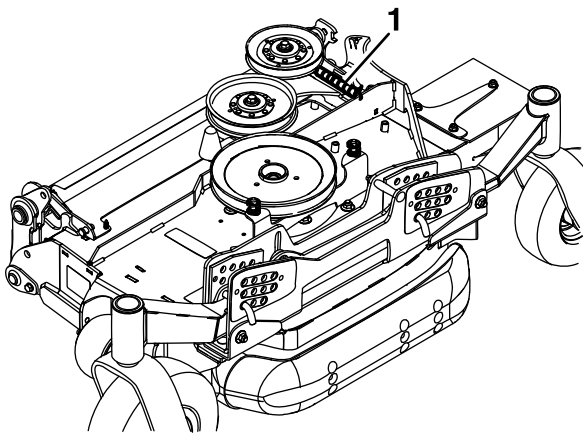

Figure 88
- Pour faciliter l'installation des tabliers latéraux, décrochez avec précaution l'extrémité exposée du ressort qui exerce une pression sur l'arrière du capot du tablier latéral (Figure 88).